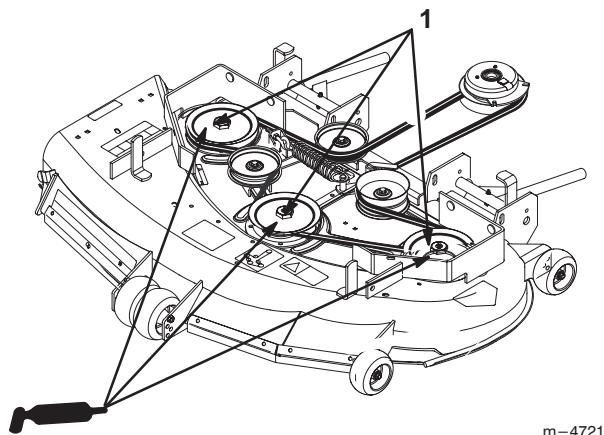

Figure 9
1. Injecter de la graisse dans les graisseurs des roulements des axes des trois lames jusqu'à ce qu'elle commence à suinter par les joints du bas (Fig. 9).